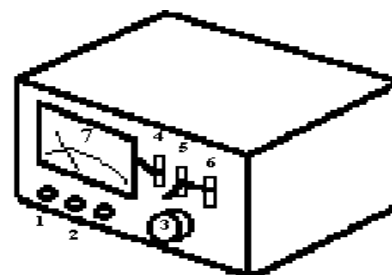

Fig. 03 - Fonte de Corrente Contínua
Mediante a operação da chave (5) (Fig. 03) pode-se medir a tensão e a corrente no resistor e na lâmpada.